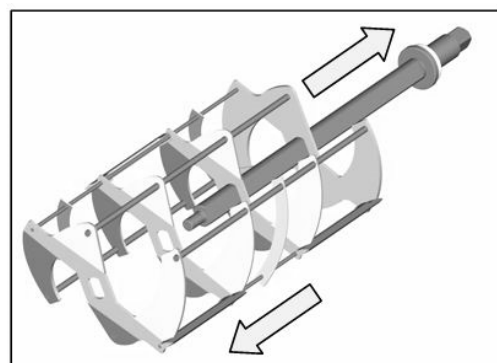

Fig.13
- Retirar el agitador eje central (Fig. 13).